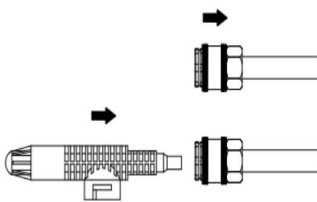

Fig.10
- Instale la boquilla de jabón (negra) en la lanza de pulverización como se muestra en la Fig.10.